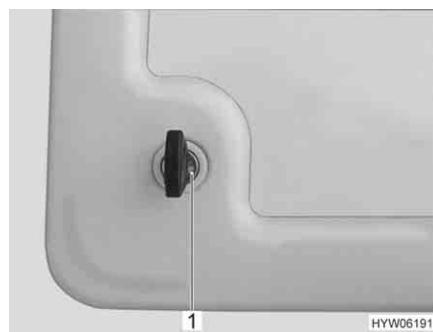

Bild 64 Trycklås servicelucka
- Stick in nyckeln i låscylindern i trycklåset (Bild 64,1) och vrid ett kvarts varv. Trycklåset är låst.